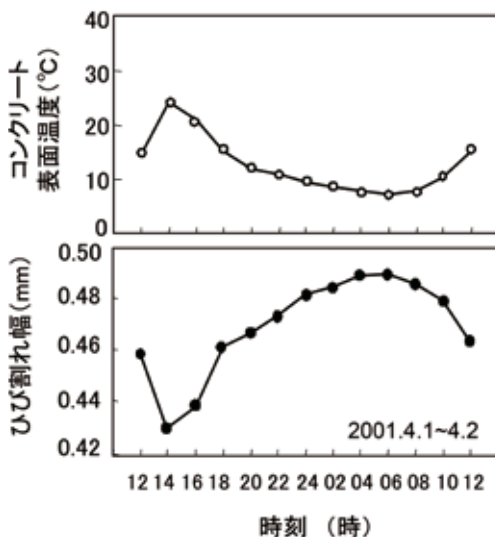

図1 温度変化によるムーブメント測定例
- ・下地が動くか動かないか、ムーブメントが大きいのか。特に、水平部と立上り部の取合いは細心の注意を！（図1）